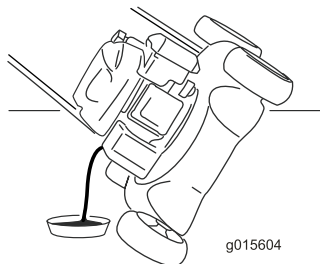

Рисунок 26
- Переверните газонокосилку на одну сторону таким образом, чтобы масляный щуп был направлен вниз, для слива отработанного масла через маслозаливную горловину (Рисунок 26).